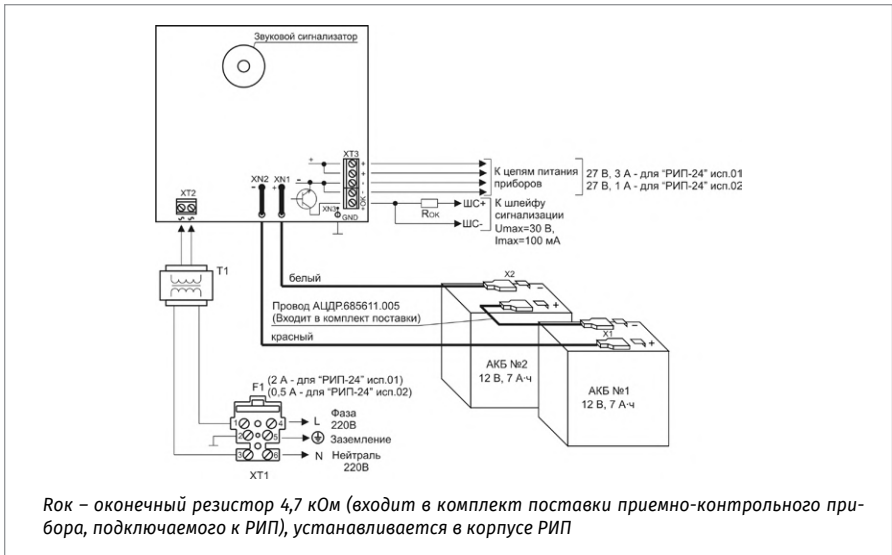
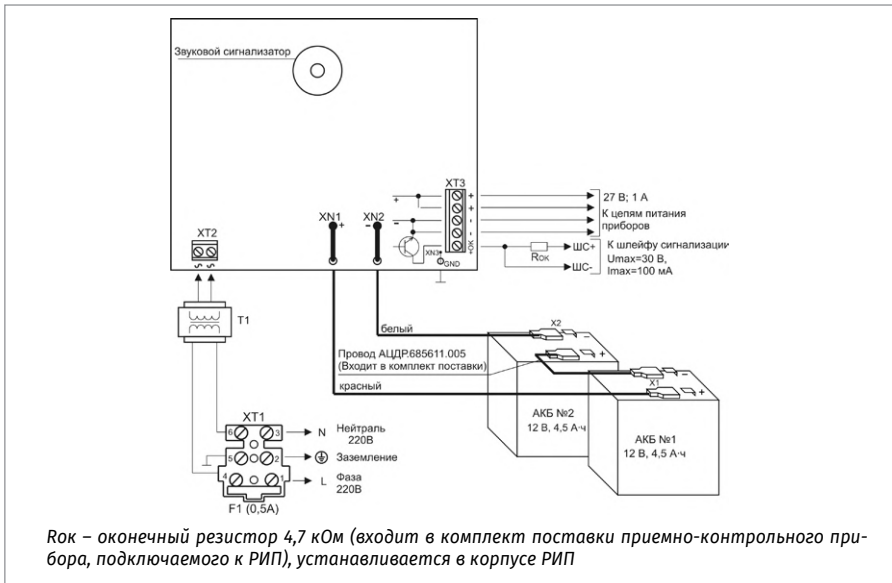

Рисунок 6. Схема подключения РИП-24 исп.01 (РИП-24-3/7М4) и РИП-24 исп.02 (РИП-24-1/7М4)
Рисунок 7. Схема подключения РИП-24 исп.04 (РИП-24-1/7М2)
1.5. Схемы подключения приведены на Рисунок 6 и Рисунок 7.
- 1.11. Проверьте правильность произведённого монтажа в соответствии со схемой подключения (Рисунок 6 и Рисунок 7).